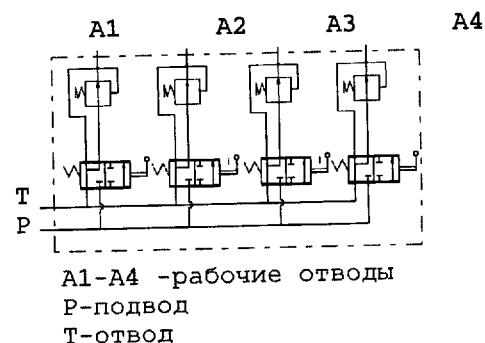

Рис. 46 Блок управления с одним рычагом
1) блок управления I (рис. 46) - четырехзолотниковый с рычагом управления на шаровом шарнире, с возможностью одновременного включения одного или двух смежных золотников с возвратом в нейтральное положение рычага при снятии с него управляющего усилия;